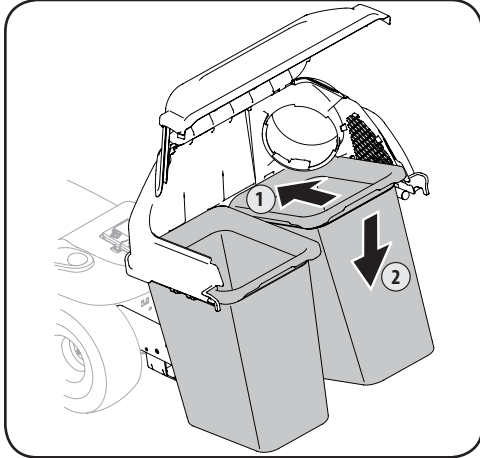

Figure 4-15
8. Installez les sacs collecteurs d'herbe sur leur support en insérant d'abord la partie avant du sac collecteur, puis la partie arrière jusqu'à ce que chaque sac soit correctement placé sur son support. Voir Figure 4-15.